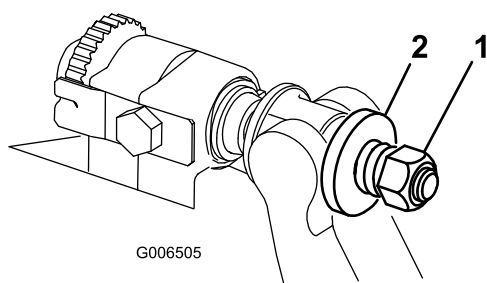

図 27
4. スプリングがつぶれるまでテンション・ナットを締め、そこから半回転戻す 図 27。